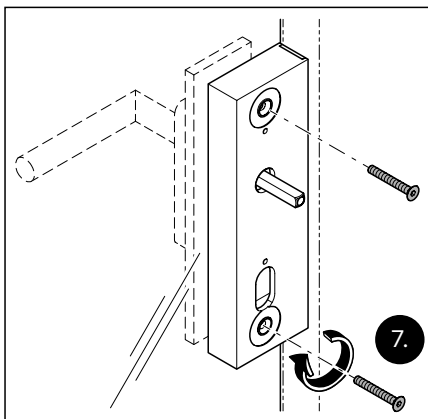

Abb. 33 Die Schlosstasche und die Anschraubplatte verbinden
7. Die Schlosstasche und die Anschraubplatte durch die Tür mit den entsprechenden Schrauben locker verbinden (Abb. 33).
10. Die Schlosstasche und die Anschraubplatte mit 10 Nm fixieren (siehe Abb. 33).